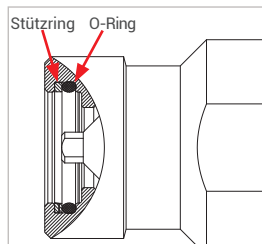

Abbildung 6
- ▶ Kontrollieren Sie vor dem Einsetzen des Nippelinsatzes (Pos. 7) die beiden Dichtelemente (O-Ring und Stützring, *Abbildung 6*) auf korrekte Einbaurichtung, richtigen Sitz und Beschädigung.